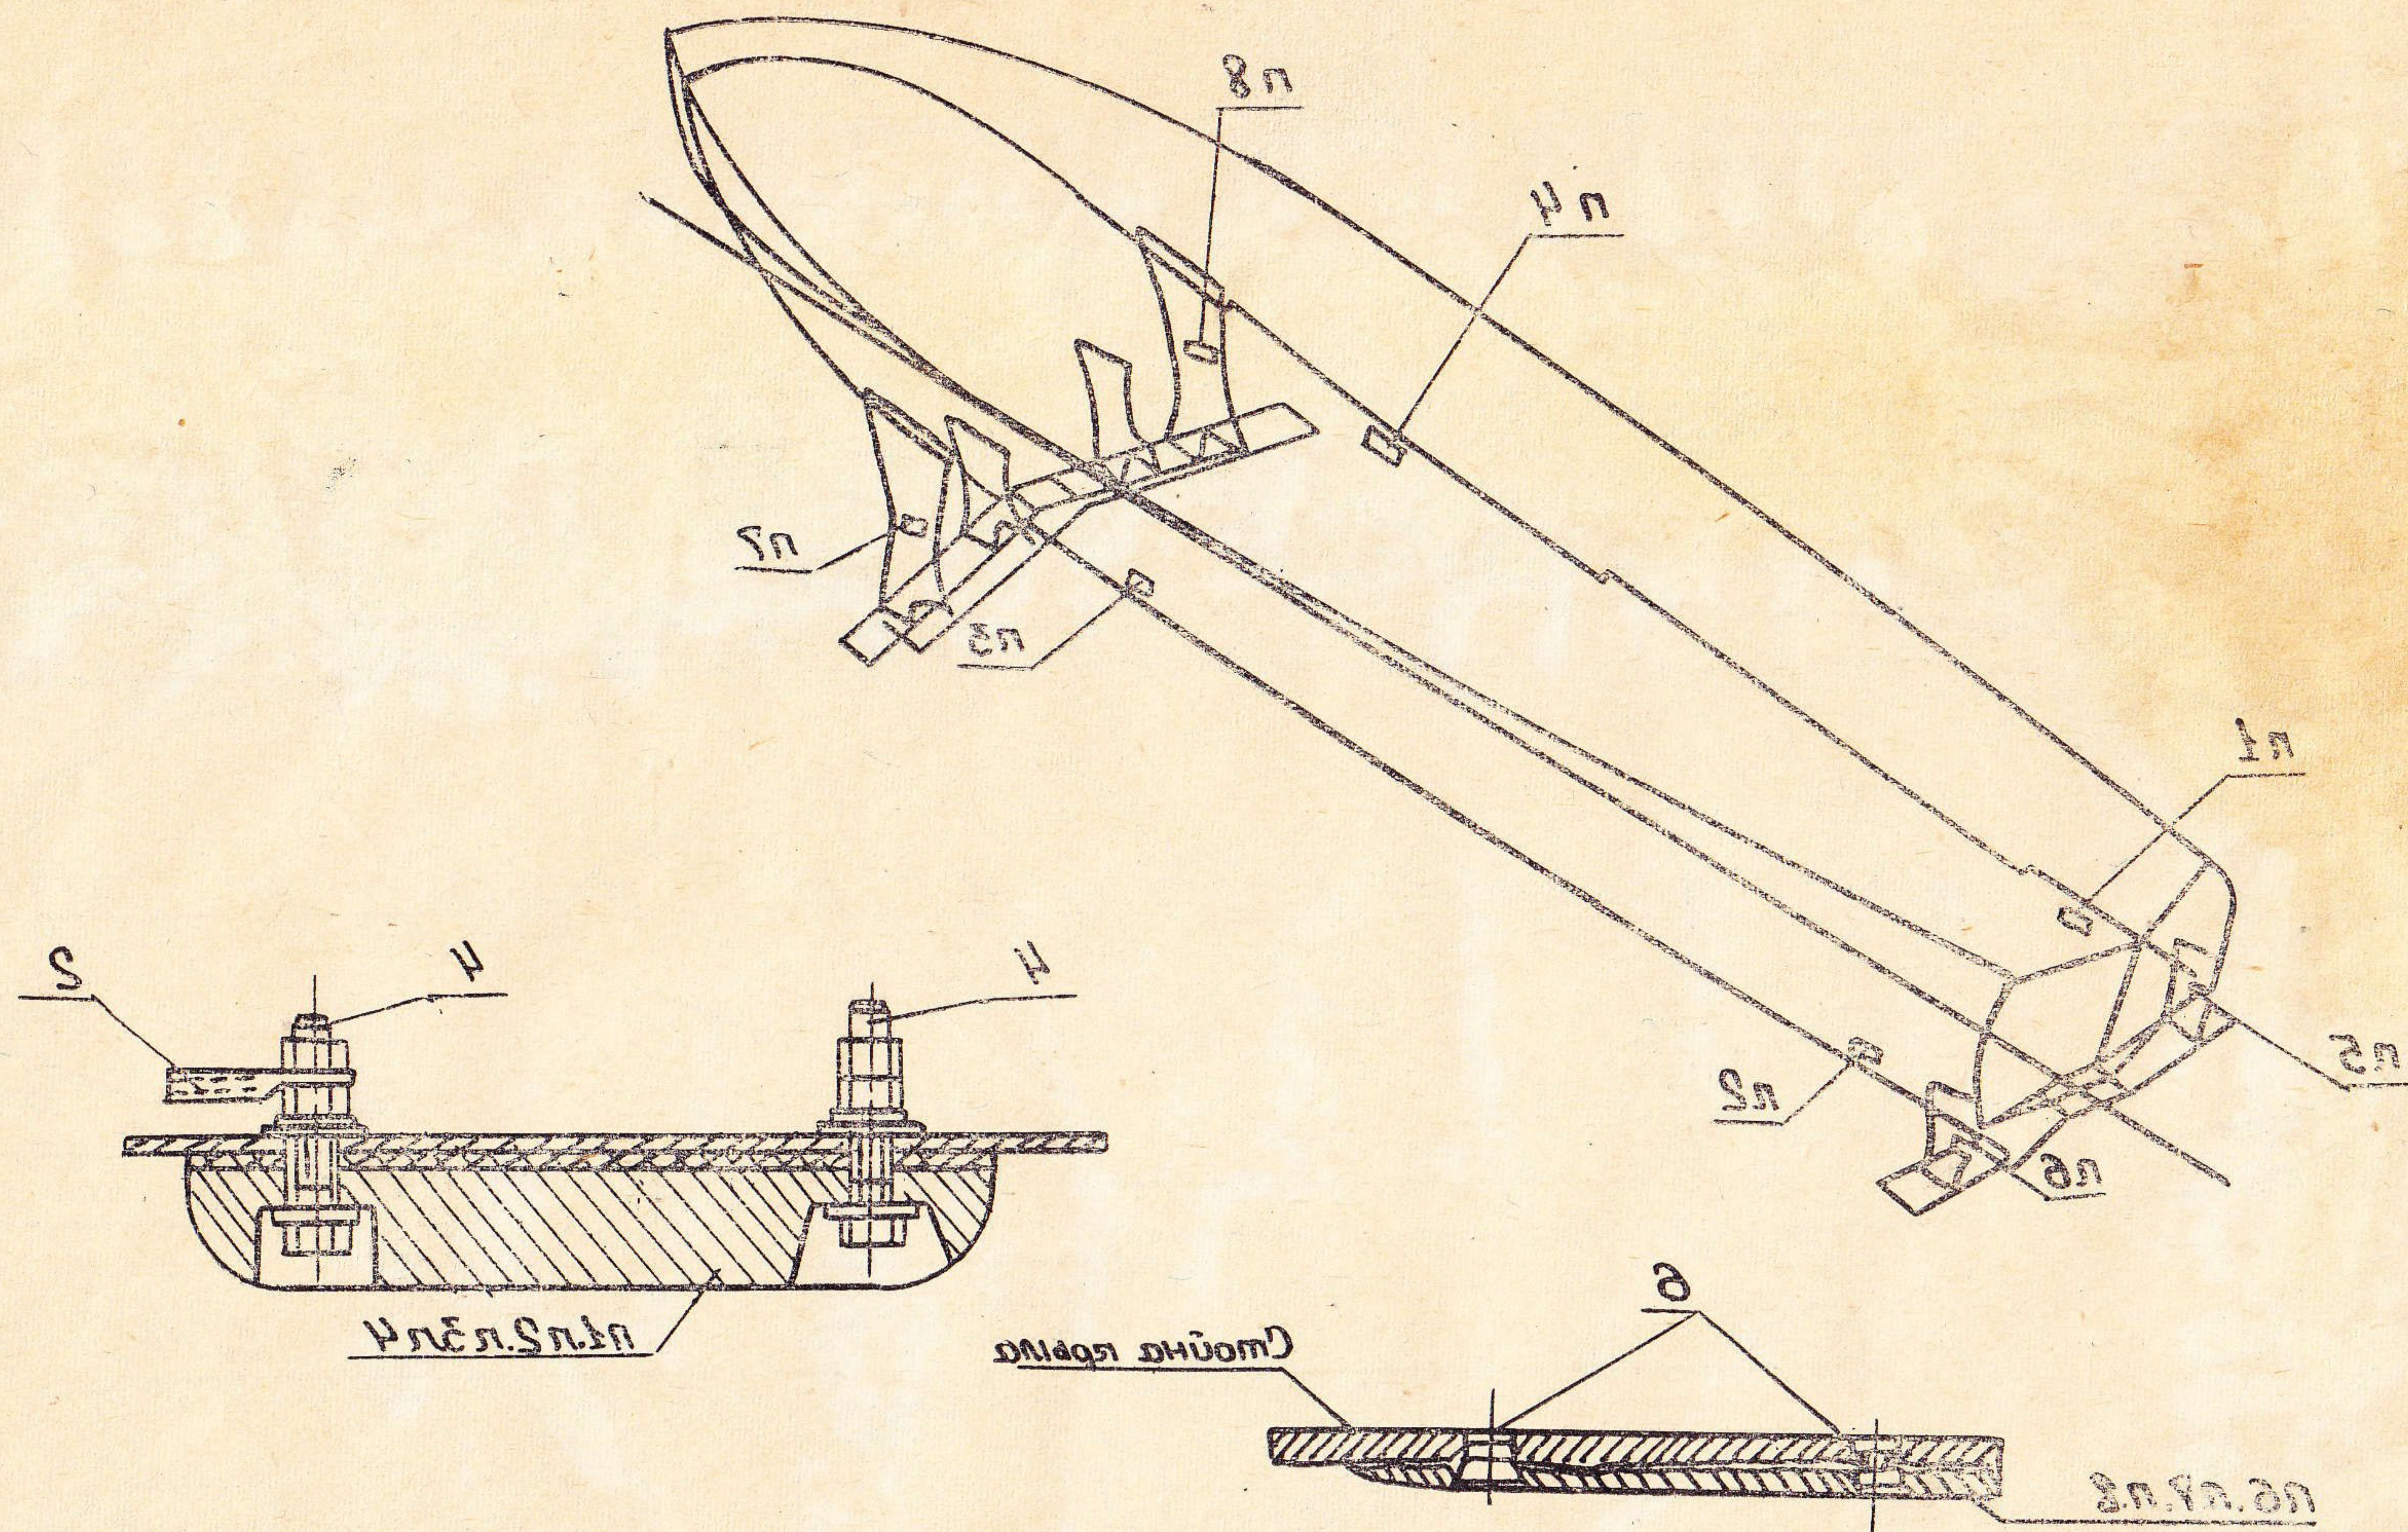

Рис. 4. ПРОТЕКТОРНАЯ ЗАЩИТА.
6.2. Обслуживание протекторной защиты (рис. 4)